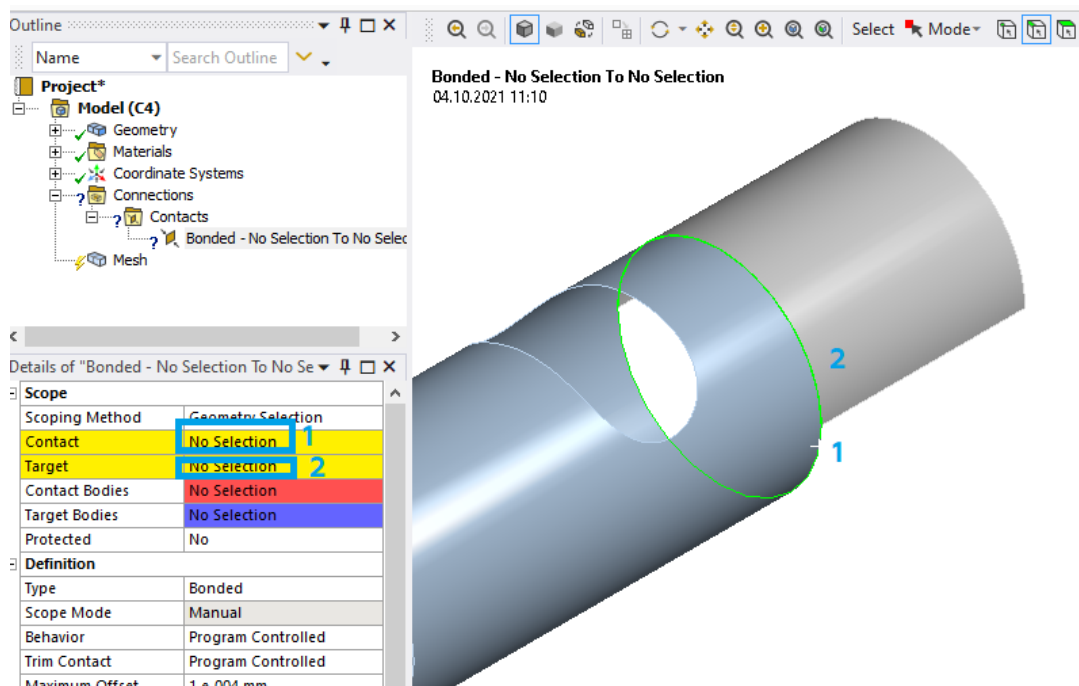

Рис. 19. Выбираем контактные грани
– выбираем контактную грань (1) и цель (2) (рис. 19). Если одна грань перекрывает другую, то можно раскрыть вкладку **Geometry**, нажать ПКМ